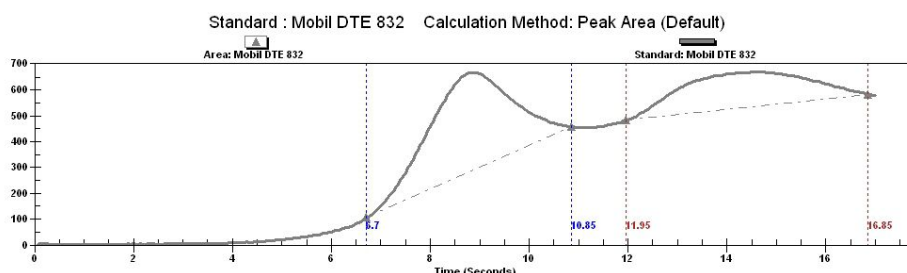
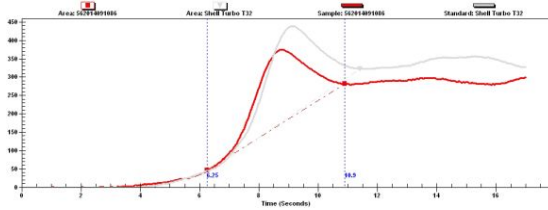
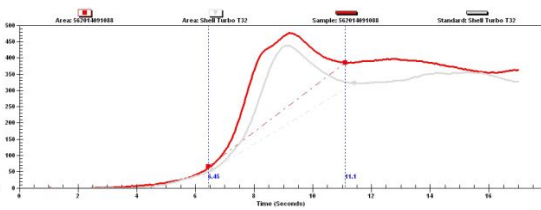

图 1.1 Ruler 曲线
图 3.1 正常 RULER 图
图 3.2 异常 RULER 图
润滑油中抗氧化剂种类主要分为胺类和酚类。通常情况下，在 8~12s 产生胺类的吸收峰；13~16s 产生酚类的吸收峰，如图 1.1 所示。
峰数和油中的抗氧化剂种类有关，若油品同时含有胺类和酚类抗氧化剂，则图中会出现两个峰，分别位于 8~12s 和 12~16s 之间，如图 1.1 所示；有些油中只含有胺类抗氧化剂，或酚类抗氧化剂含量非常少，那么图中就只会在 8-12s 出现一个峰，如图 3.1 所示。
如图 3.1 中，旧油(红色线)的胺类峰面积是新油(灰色线)胺类峰面积的 85%，则认为该在用油中胺类抗氧化剂的剩余含量为 85%。因为测试时是以新油为参考，因此新油的抗氧化剂含量都报告 100%。
正常情况下，新油 RULER 曲线各峰的面积会大于在用油 RULER 曲线各峰的面积，如图 3.1。若新油 RULER 曲线各峰的面积小于在用油 RULER 曲线各峰的面积，则认为是异常现象，如图 3.2，原因可能有：①新油问题，如存放时间过长，不新鲜，或密封不好。② 新油与在用油不同批次；③在用油和新油不是同一牌号油品；④ 在用油存在混油现象。